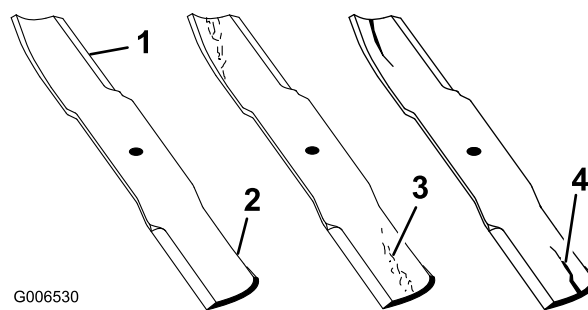

Figura 49
1. Controllate i taglienti (Figura 49). Se i taglienti non sono affilati o mostrano delle tacche, togliete le lame e affilatele. Vedere Affilatura delle lame.
2. Controllate le lame, in particolare l'area curva (Figura 49). In caso di incrinature, usura o scanalature nell'area (voce 3 in Figura 49) montate immediatamente una nuova lama.